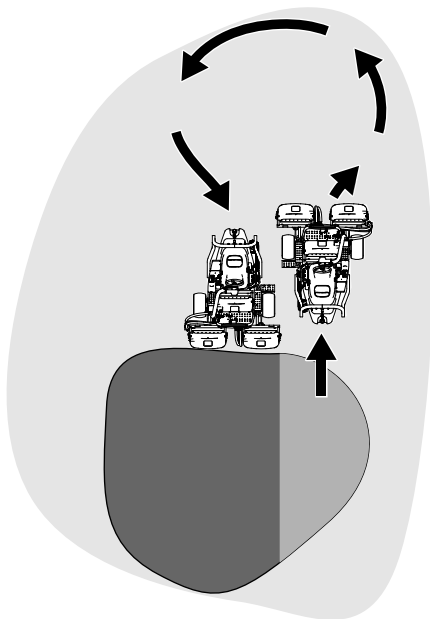

Figura 27
6. Para ganar tiempo y facilitar la alineación correcta para la pasada siguiente, gire la máquina momentáneamente en la dirección opuesta, y luego gire hacia la parte que todavía no está cortada. Este movimiento es un giro en forma de lágrima (Figura 27), que permite alinear la máquina rápidamente para la pasada siguiente.